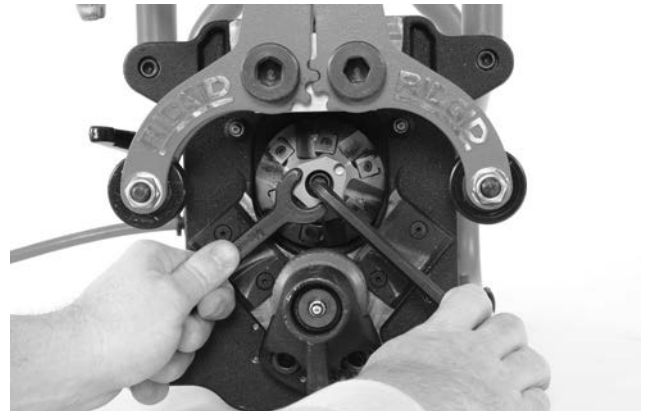

Figure 25A – Changement des têtes de coupe
2. Servez-vous de la clé Allen de $\frac{5}{16}$ " fournie pour retirer la vis 6-pans creuse qui retient la tête de coupe (*Figure 25A*).